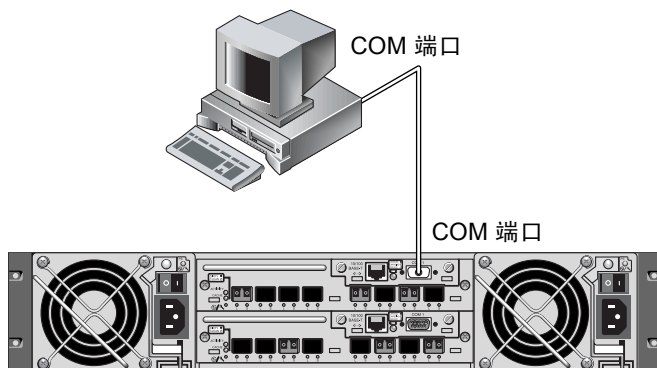

图 F-1 RAID 阵列的 COM 端口在本地连接到主机系统的串行端口
1. 将 RAID 阵列 COM 端口连接到 Solaris 工作站的串行端口，如图 F-1 所示。使用 `tip` 命令在本地访问阵列：